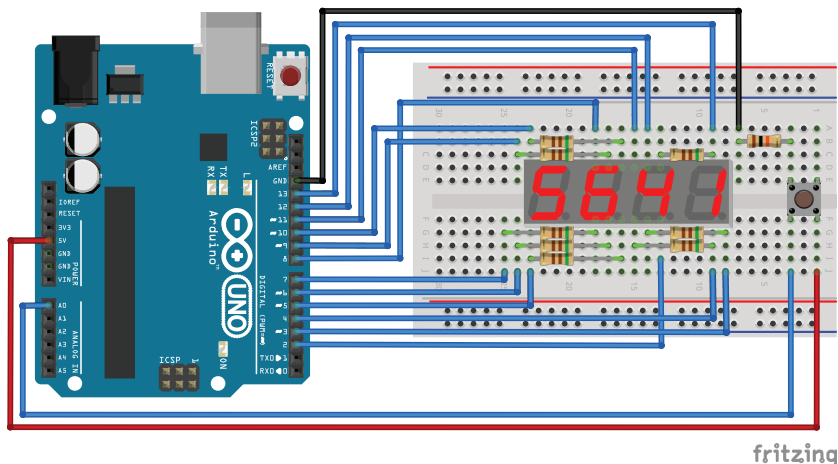

Рис. 7.3. Схема подключения для секундомера
1. Подключаем семисегментный индикатор по схеме на рис. 7.3.